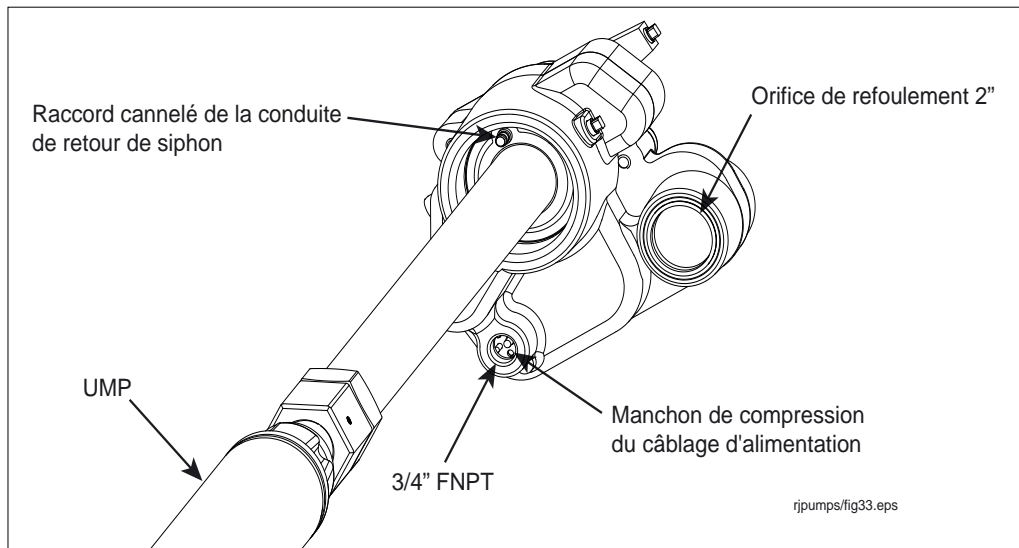

Figure 13. Localisation du raccord de conduite de retour sur la garniture d'étanchéité
- Raccordez la conduite de retour du siphon au raccord cannelé à la base de la garniture d'étanchéité et fixez avec une bride (voir la Figure 13).